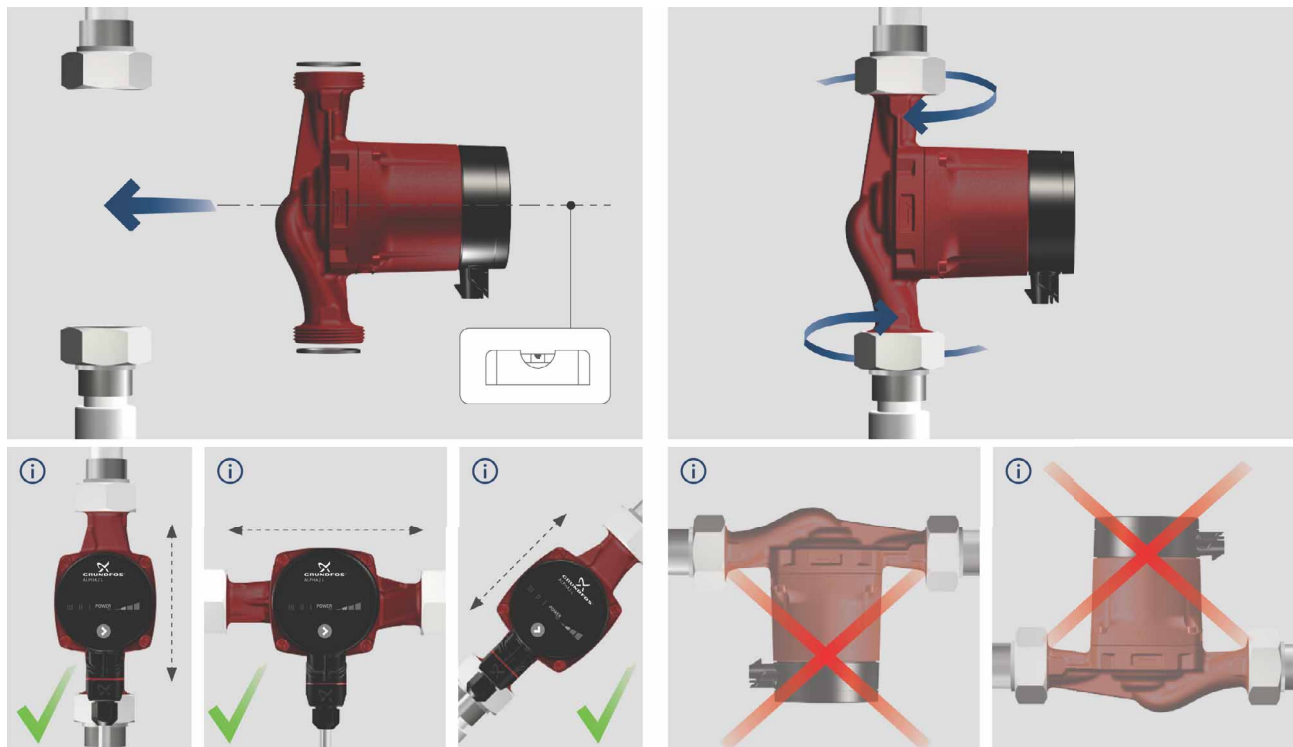

Рис. 4 Монтаж насоса GRUNDFOS ALPHA2 L
- Установите насос так, чтобы вал электродвигателя располагался горизонтально. См. рис. 4.